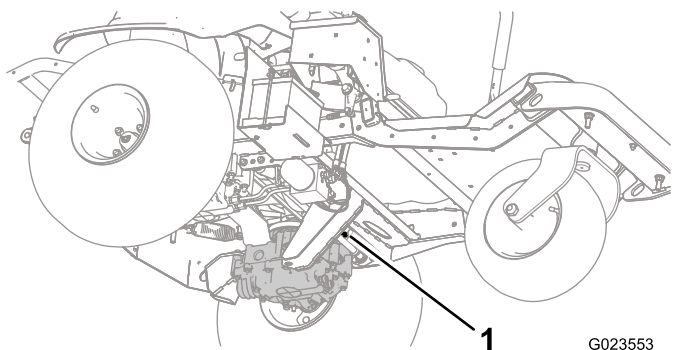
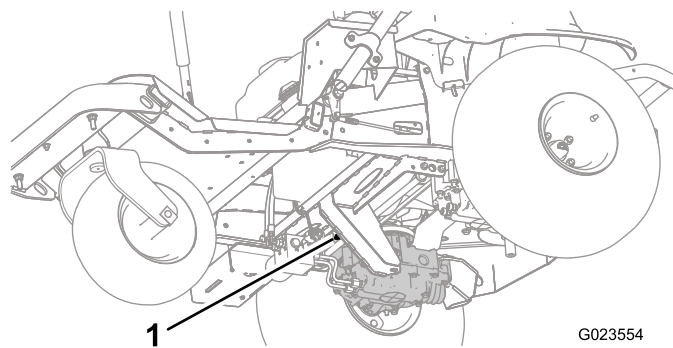
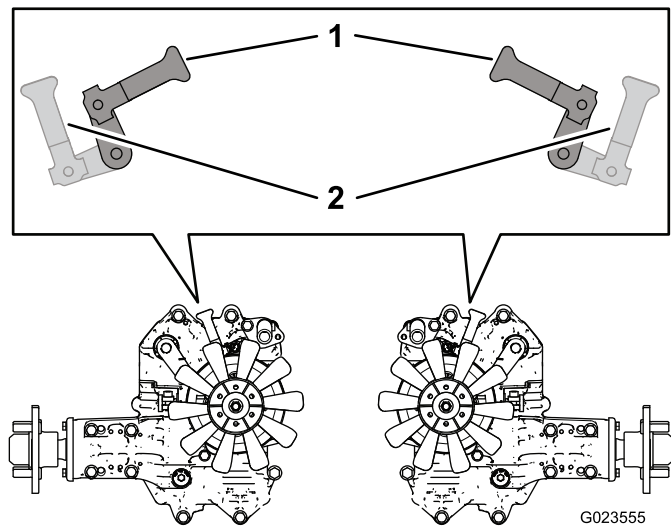

Figura 27
Figura 28
Figura 29
2. A partir da parte inferior da máquina, rode as alavancas da válvula de distribuição (Figura 27 e Figura 28) para que apontem para dentro, na direção do centro da máquina (Figura 29), e desengate o travão de estacionamento; consulte Utilizar do travão de estacionamento (página 21).
3. Quanto tiver terminado de empurrar ou rebocar a máquina, rode as alavancas da válvula de distribuição para que apontem para a parte da frente da máquina, para permitir a condução da máquina (Figura 29).